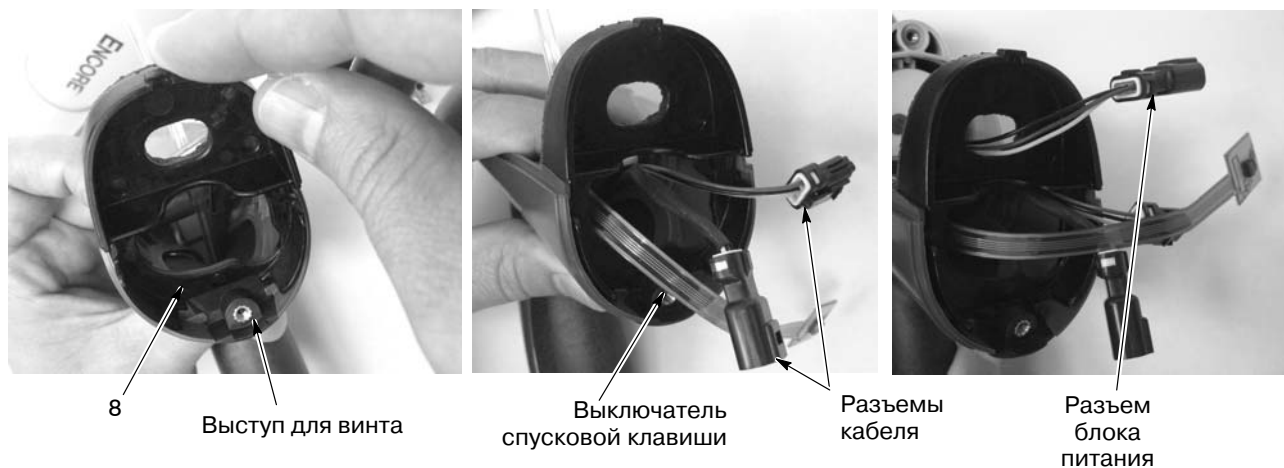

Рис. 5-13 Установка накладки заземления и основания на рукоятку
14. См. рис. 5-13. Вставить нижний край крышки перегородки (8) за выступ для винта в задней части узла рукоятки, а затем, повернув верхнюю часть крышки вперед, защелкнуть ее на рукоятке и корпусе распылителя.
15. Продеть разъем блока питания J2 через верхнее отверстие в крышке перегородки (8).